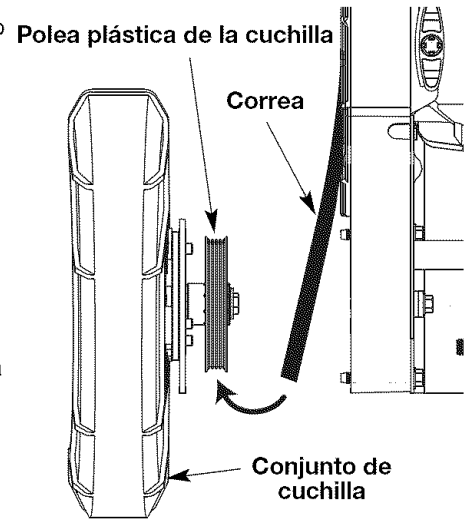

Fig. 41
14. Sostenga el conjunto de cuchilla junto a la caja de la correa y coloque la correa sobre la polea plástica de la cuchilla (Fig. 41).